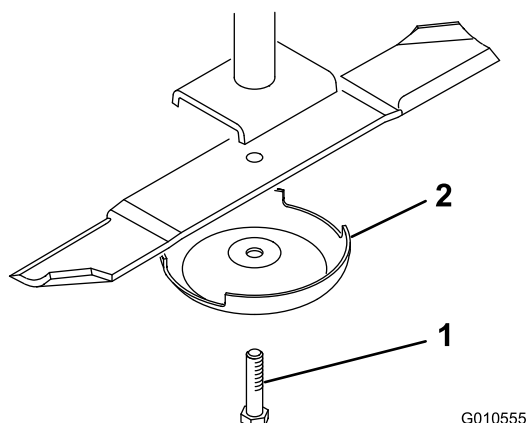

Figura 27
2. Afferrate l'estremità della lama con un cencio o un guanto bene imbottito. Togliete il bullone, la coppa antistrappo e la lama dall'asse del fusello (Figura 27).